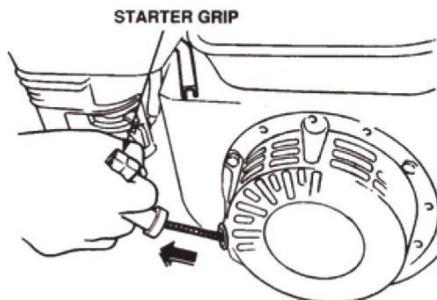

FIG.10
- 9.6 Pak de startgreep vast (FIG. 10) en trek deze langzaam naar buiten. Het verzet